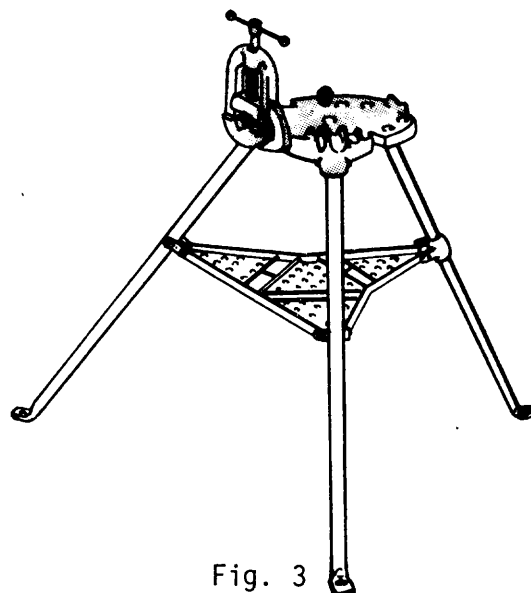

Fig. 3
*Prensa trípode de quijada*, (fig. 3): Es similar a la prensa de cadena y cumple una función semejante pero es más pesada y con menor capacidad de agarre; éste va de 1/2" a 2".